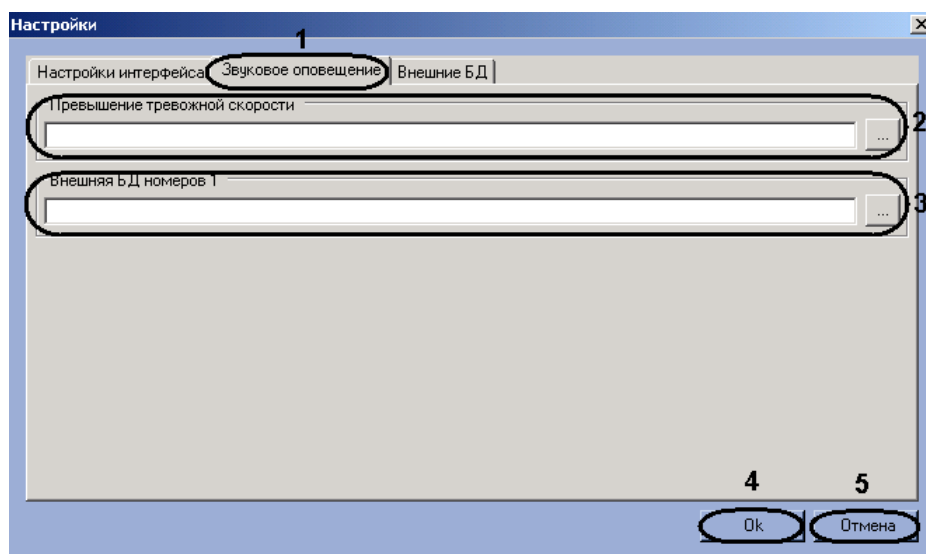

Рис. 7.9—11. Выбор звуковых файлов
4. Для задания звукового оповещения при превышении скорости транспортного средства нажать кнопку «» справа от поля «Превышение тревожной скорости» (см. Рис. 7.9—11, 2). В открывшемся стандартном диалоговом окне «Открыть» выбрать требуемый звуковой файл, после чего нажать «Открыть». В результате выполнения операции полный путь к файлу отобразится в поле «Превышение тревожной скорости» (см. Рис. 7.9—11, 2).
5. Для задания звукового оповещения при обнаружении распознанного номера во внешней базе данных номеров нажать кнопку «» справа от поля, соответствующего требуемой базе данных (см. Рис. 7.9—11, 3). В открывшемся стандартном диалоговом окне «Открыть» выбрать требуемый звуковой файл, после чего нажать «Открыть». В результате выполнения операции полный путь к файлу отобразится в соответствующем поле (см. Рис. 7.9—11, 3).